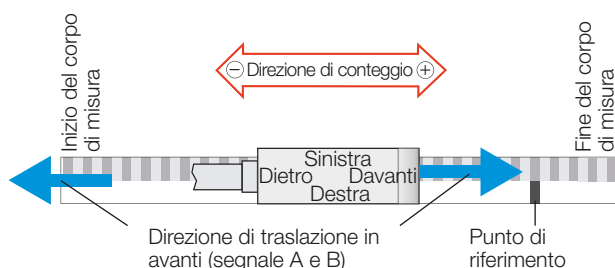

Fig. 4-1: Testa sensore BML con direzione di trasporto longitudinale
- Nei corpi di misura con traccia di riferimento identificare l'estremità posteriore (inizio percorso di misurazione) e anteriore (fine percorso di misurazione), per montare correttamente il corpo di misura rispetto alla testa sensore. Il primo punto di riferimento è contrassegnato visivamente (vedere Fig. 4-1).